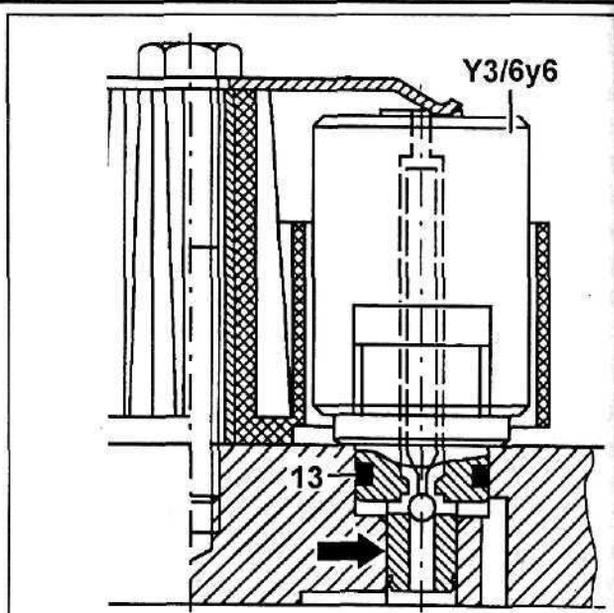

Рис. 22.
Соленоид управления муфтой блокировки гидротрансформатора Y3/6 y6 (рис. 22) работает в режиме широтно-импульсной модуляции. Он преобразует электрический ток в соответствующее давление. Этот клапан устанавливается в отверстие клапанной коробки и герметизируется с помощью посадочного пояса (на рис. 22 показан стрелкой) и уплотнительного кольца (13).